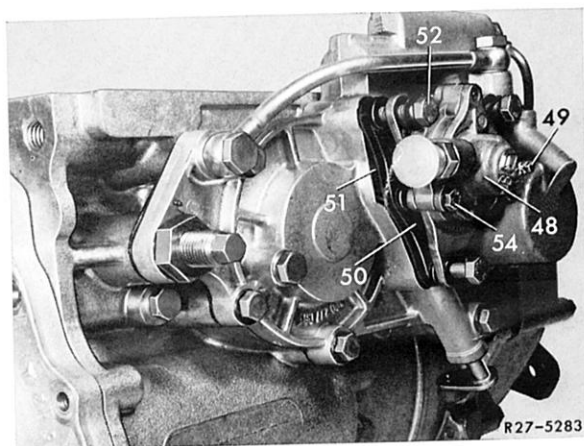

Bild 27–11/21
19 Modulierdruckgeber (48) nach Lösen der 3 Befestigungsschrauben (52) samt Isolierplatte (50) und Dichtbeilage (51) abnehmen (Bild 27–11/21).